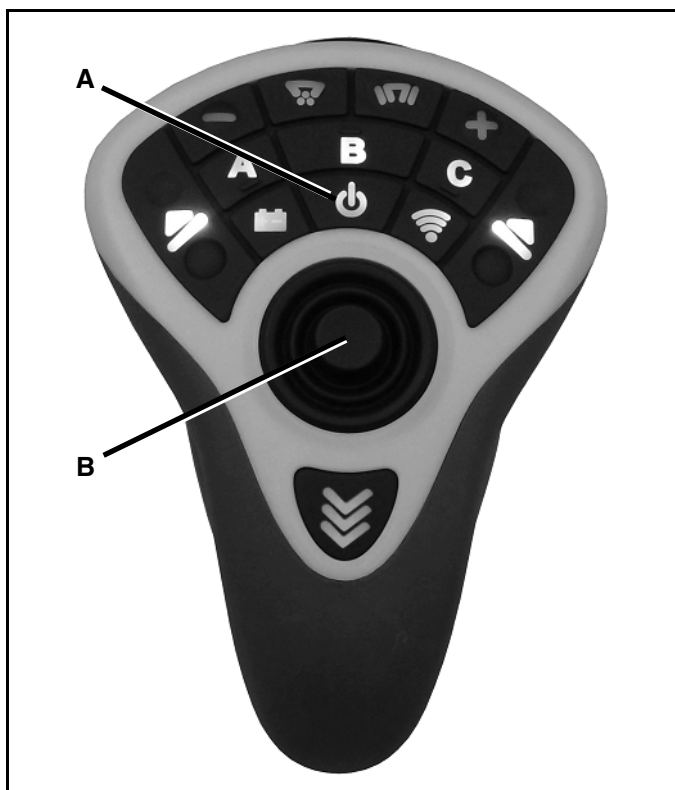

Abb. 1-14
1. Die mittlere Taste direkt über dem Joystick (Abb. 1-14 A) ist die Ein-/Aus-Taste. Drücken Sie die Power-Taste für drei Sekunden, um die Steuerung einzuschalten. Um sie wieder auszuschalten drücken Sie die Power-Taste erneut und so lange bis die Hintergrundbeleuchtung erlischt.
2. Die Joystick-Taste in der Mitte des ProControl II™-Senders (Abb. 1-14, B) aktiviert die Funktionen Anheben, Absenken, Schwenken nach links und rechts. Durch Drücken des Joysticks nach vorn (zur Oberseite hin) wird der Schneepflug abgesenkt. Durch Ziehen des Joysticks nach unten wird der Schneepflug angehoben. Dies ist die Werkereinstellung für die Steuerung. Die Steuerung kann so programmiert werden, dass die Anhebe- und Absenkefunktionen umgekehrt werden. D. h. wenn der Joystick nach vorn gedrückt wird, hebt sich der Schneepflug, und wenn der Joystick nach hinten gezogen wird, senkt sich der Schneepflug ab (Siehe Schritt 4).